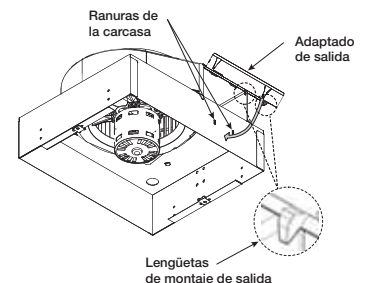

Figura 5 — Gire y enganche la salida **TODOS LOS MODELOS**
- Gire el adaptador de salida hasta que las dos lengüetas de montaje se enganchen completamente en las ranuras de la carcasa, según se muestra en la Figura 5.